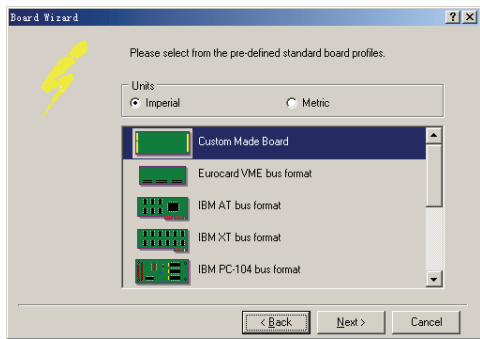

图 6-16 选择预定义标准板对话框
3) 然后单击“Next”按钮，就可以开始设置 PCB 的相关参数，此时系统弹出如图 6-16 所示的选择预定义标准板对话框。在该对话框的“Units”选项组中可以选择 PCB 的单位，Imperial 为英制 (Mil)，Metric 为公制 (mm)，然后可以在板卡的类型选择下拉列表中选择板卡的类型。如果选择了“Custom Made Board”，则需要自己定义板卡的尺寸、边界和图形标志等参数，而如果选择其他选项则直接采用系统已经定义的参数。